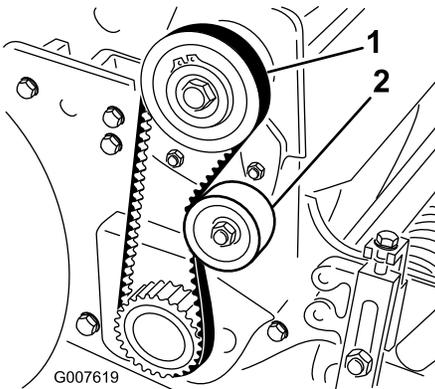

Figura 35
2. Verifique a tensão pressionando a correia a meio curso entre as polias (Figura 35) com uma força de 18 a 22 N. A correia deverá flectir-se 6 mm.
- A. Desaperte a porca de montagem da polia intermédia e incline-a para o lado de trás da correia até que obtenha a tensão desejada da correia (Figura 35).